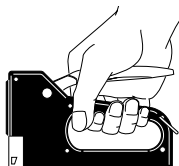

Figure 5
2. Agrippez fermement l'outil. Appuyez l'outil contre la surface de travail (voir Figure 5).